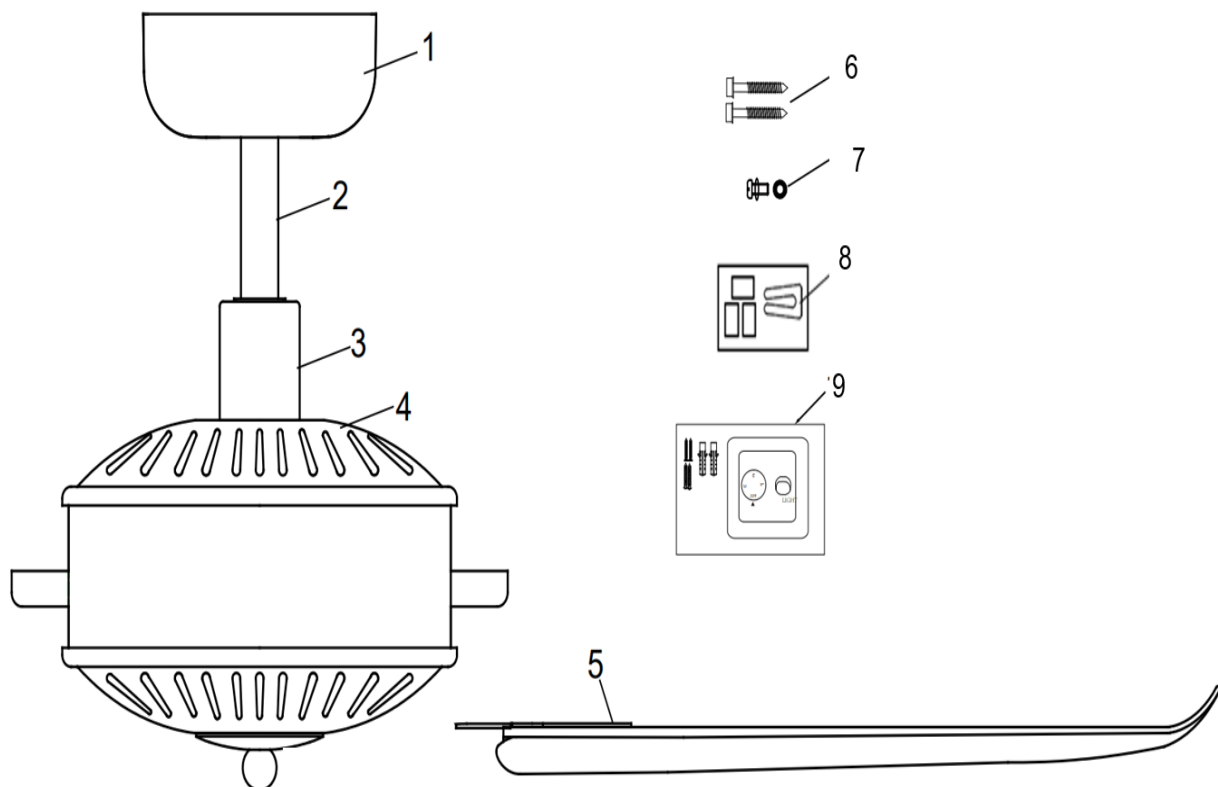

Abb. 1
- Überprüfen Sie den Ventilator und die Teile sorgfältig. Beachten Sie dazu Abb. 1.